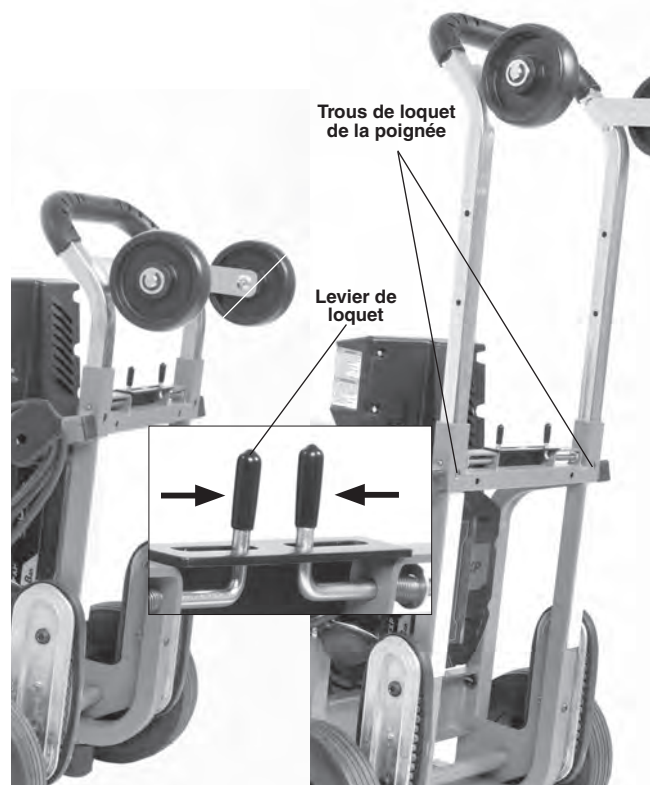

Figure 13 – Réglage de la poignée télescopique
7. Acheminez le dégorgeoir jusqu'au chantier via un passage dégagé. Si nécessaire, réglez sa poignée (Figure 13). Comprimez les leviers des loquets de la poignée pour la télescoper jusqu'à la position voulue. Vérifiez que les loquets de la poignée sont engagés fermement en position. Si la poignée est tirée au-delà des derniers trous de loquet, les boutons de la poignée l'empêcheront de sortir complètement. Le cas échéant, compressez à nouveau les leviers des loquets pour renfoncer la poignée.